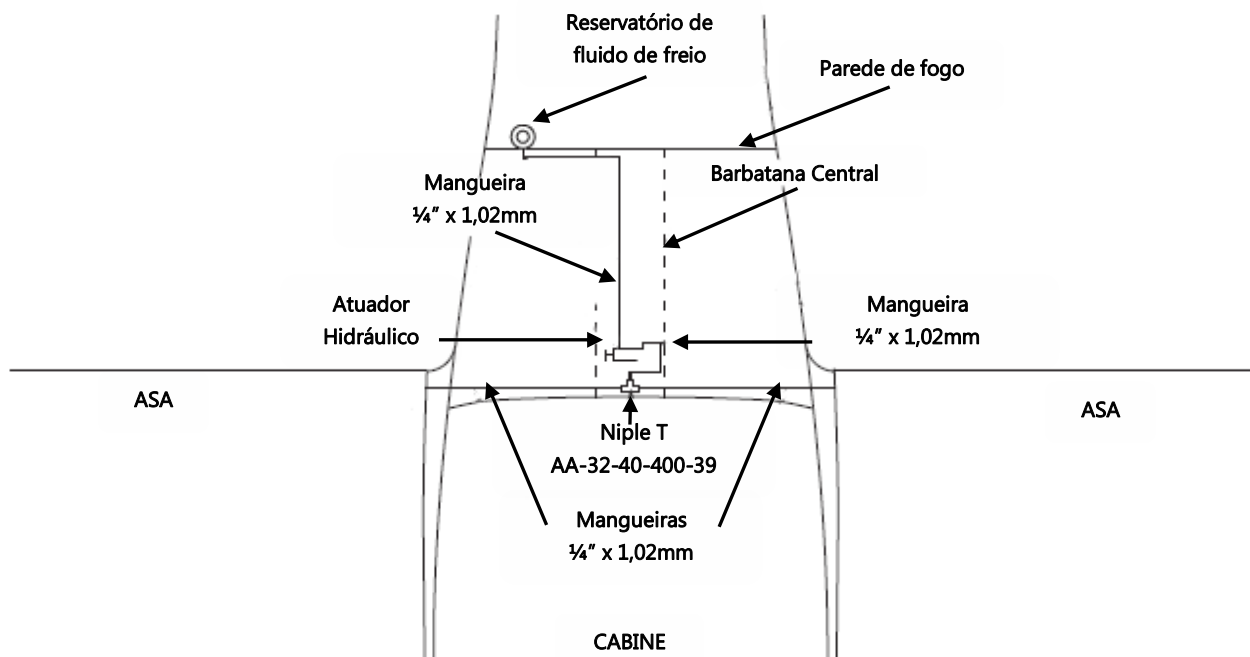

Figura 32.40.74 – Esquema de instalação das mangueiras de fluido de freio.
20. Instalar as mangueiras de fluido de freio, como mostrado no esquema da figura 32.40.74.
O fluido de freio recomendado é o Aeroshell Fluid 41 MIL-PRF-5606A. A mangueira ¼" x 1,02mm, que conecta o reservatório ao atuador hidráulico é mostrado no diagrama da figura 32.40.74